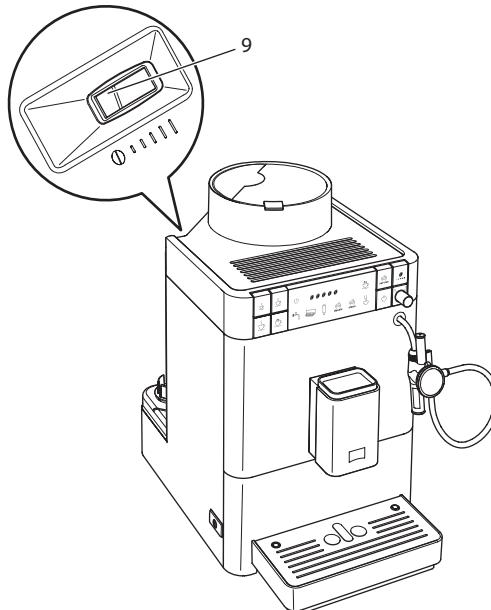

Abb. 13: Hebel für die Einstellung des Mahlgrads
2. Stellen Sie den Hebel nach links oder nach rechts, wie auf Abb. 13 abgebildet.